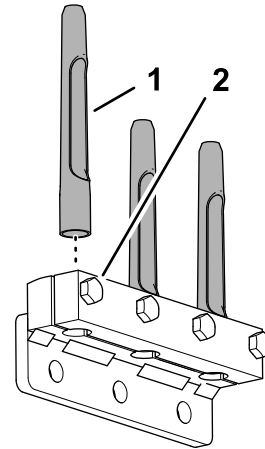

Figura 41
2. Monte los taladros en el portataladros y en la abrazadera de taladros (**Figura 41**).